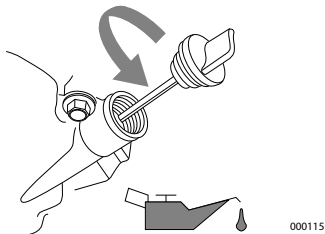

Figura 2-13. Retire la varilla de medición
3. Retire la tapa de llenado de aceite y limpie la varilla de medición. Vea la Figura 2-13.